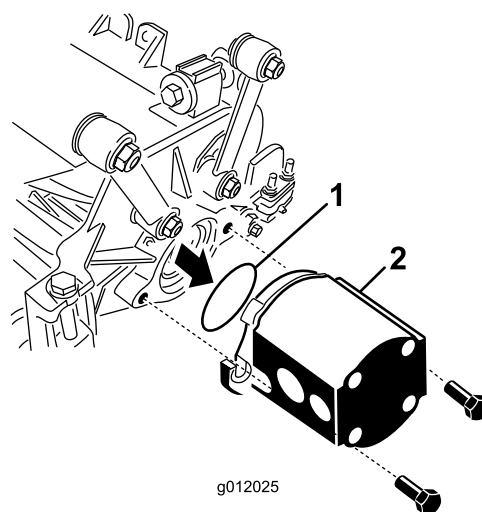

図 24
5. 駆動モータのフランジにリングカuttingユニットの付属部品を取り付ける 図 24。
6. リールモータを各カuttingユニットに装着し カuttingユニットの付属部品のキャップスクリュー 2 本で固定する 図 24。